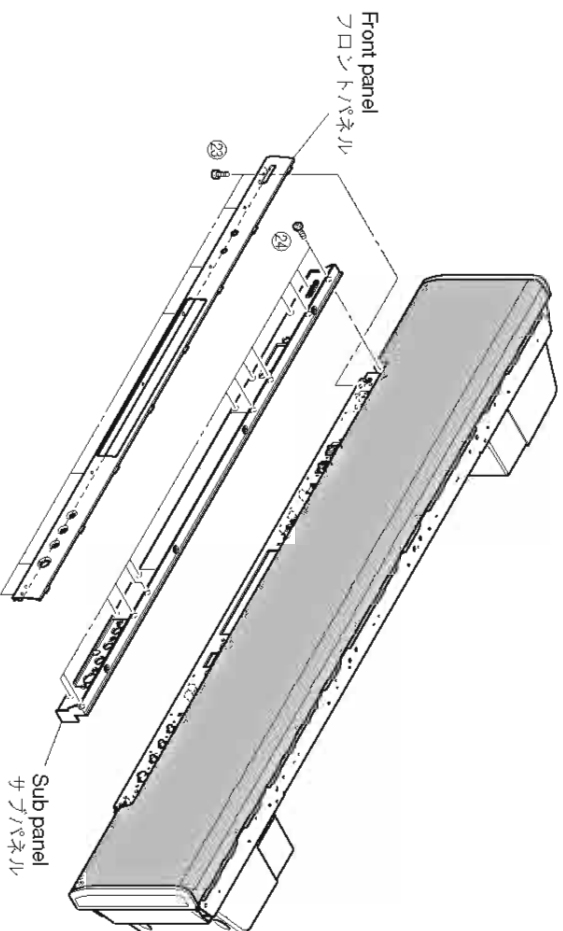

Fig. 11
- 11. Removal of POWER (3), (4), (6) and (7) P.C.B.s**
- Remove 7 screws (23) and then remove the front panel. (Fig. 11)
- Remove 14 screws (24) and then remove the sub panel. (Fig. 11)
- 23のネジ7本を外し、フロントパネルを取り外します。(Fig. 11)
- 24のネジ14本を外し、サブパネルを取り外します。(Fig. 11)
- CB852を外します。(Fig. 11)